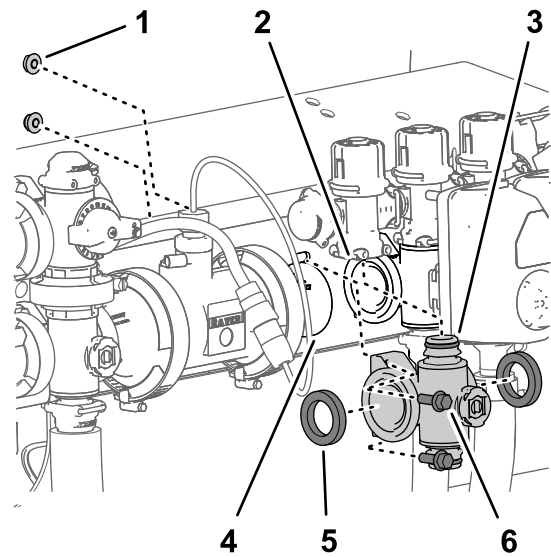
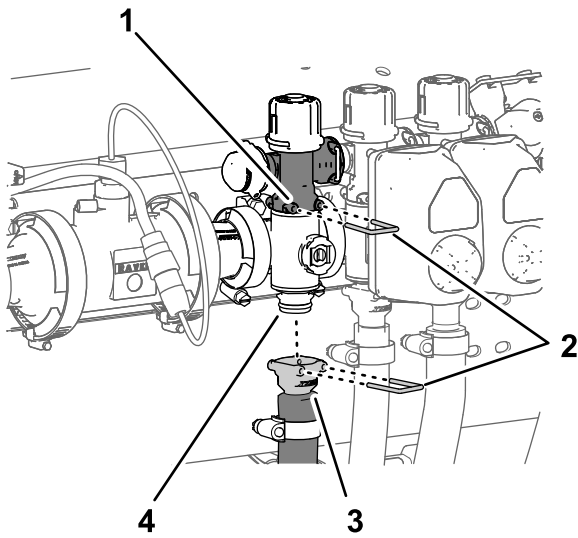

Bild 127
Bild 128
1. Fluchten Sie die zwei Dichtungen, die Sie in Entfernen des Abschnittverteiler-ventils \(Seite 89\) entfernt haben, mit den Flanschen des Abschnittventilverteilers aus (Bild 127).
2. Fluchten Sie den Flansch des Abschnittventilverteilers zwischen den Flanschen der anderen Abschnittventile und/oder dem Kupplungsadapter aus (Bild 127).
3. Befestigen Sie das Schnellkupplungsanschlussstück des Abschnittventilverteilers mit einem Schnellkupplungsstift am Schnellkupplungsunterteil des Abschnittsicherheitsventils (Bild 127 und Bild 128).
Entfernen des Abschnittverteilterventils \(Seite 89\) entfernt haben, an der Ventilstütze (Bild 127).
- Befestigen Sie die Schnellkupplung des Abschnittschlauchs mit dem Schnellkupplungsstift am Schnellkupplungsanschlussstück des Abschnittventilverteilers (Bild 128).